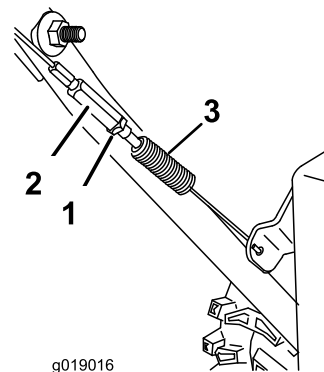

Figura 31
1. Afloje la contratuerca (Figura 31).
2. Afloje o apriete el tensor para ajustar el pasador a fin de obtener el espacio correcto entre el pasador y el extremo delantero de la ranura (Figura 31).
3. Apriete la contratuerca (Figura 31).